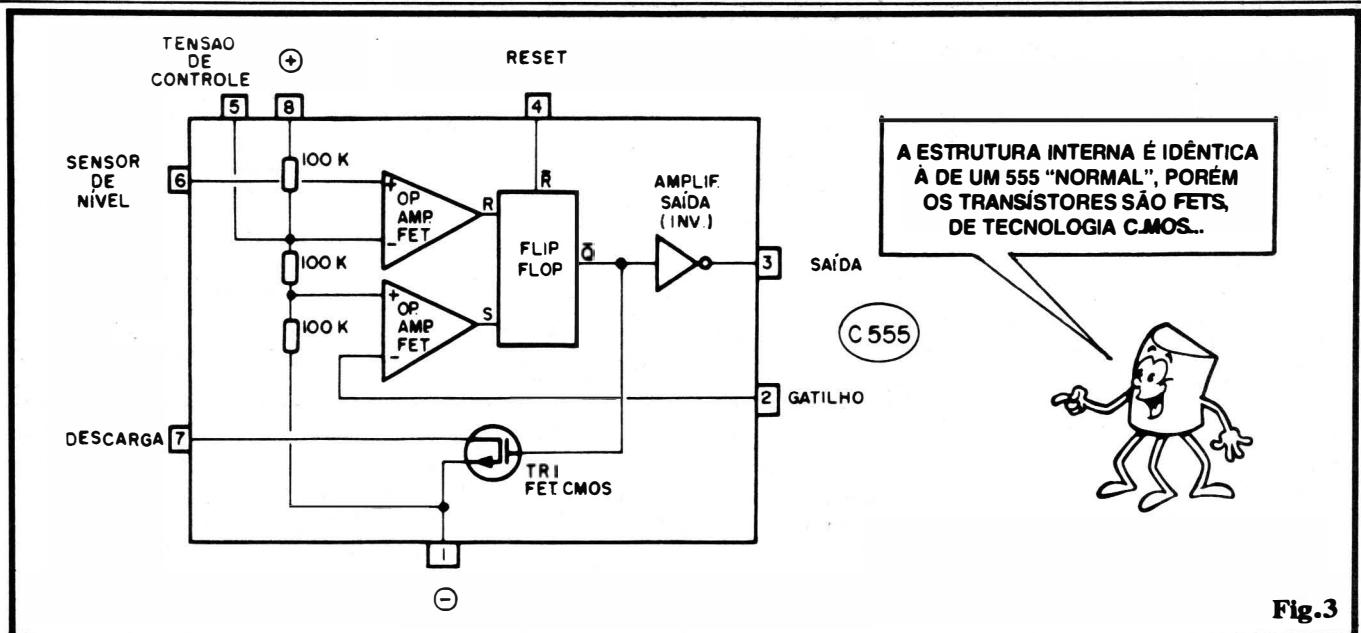

Fig.3
- FIG. 3 - A ESTRUTURA INTERNA DE UM "555" C.MOS - Comparem o diagrama da figura com o correspondente à estrutura interna de um 555 comum (lá na "lição" teórica da presente "Aula"...) e vejam que são poucas as diferenças (nenhuma estrutural...): logo à primeira vista, o símbolo do transístor TR1 difere, já que não é mais um NPN bipolar, mas sim um FET, do tipo C.MOS... É importante ainda lembrar que os transístores existentes dentro dos blocos internos (Op.Amps. e FLIP-FLOP...) também são do tipo FET, com o que todo o con-